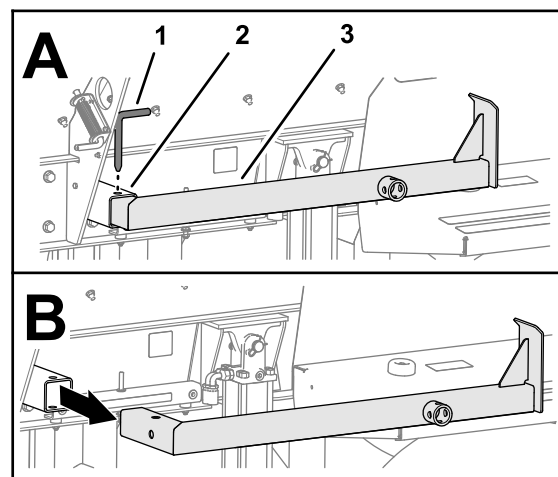

Bild 22
4. Entfernen Sie den Stift des Achsständers vom hinteren Achsständer und den Achsständer vom Ständerrohr (Bild 22).